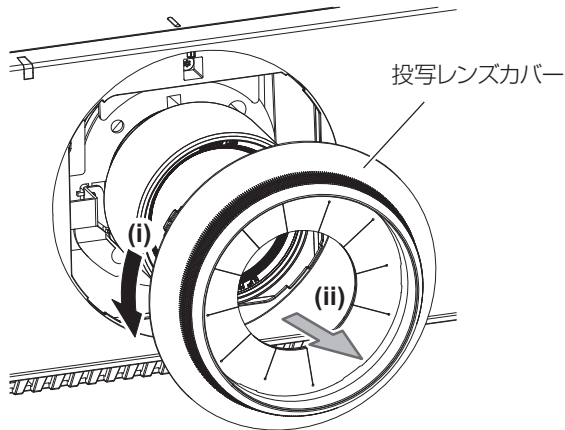

図1
- 1) 投写レンズカバーを反時計方向に回し、取り外す（図 1）
- 1) 投写レンズカバーを取り外し、投写レンズのガイドを本体のガイド溝に合わせて奥まで差し込む（図 1）